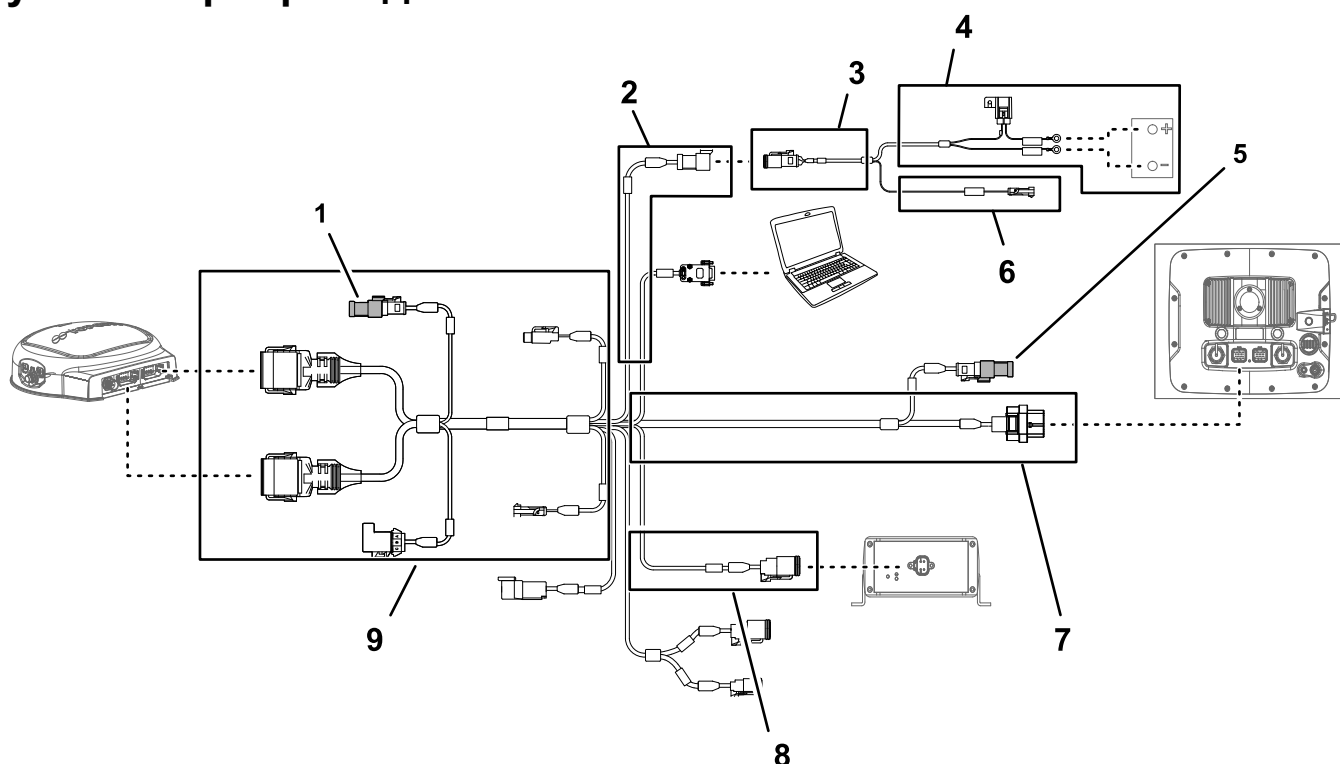

Рисунок 162
1. Вставьте (если он не установлен) оконечный резистор в электрический разъем ответвления длиной 390 см жгута проводов передачи данных для навигационного приемника (**Рисунок 162**).
2. Вставьте (если он не установлен) оконечный резистор в электрический разъем ответвления длиной 220 см жгута проводов передачи данных для монитора опрыскивателя (**Рисунок 162**).
3. Подсоедините 3-гнездовой разъем (интерфейс электропитания) жгута электропроводов для навигации к 3-штыревому разъему (интерфейс электропитания) жгута проводов передачи данных (**Рисунок 162** и **Рисунок 163**).